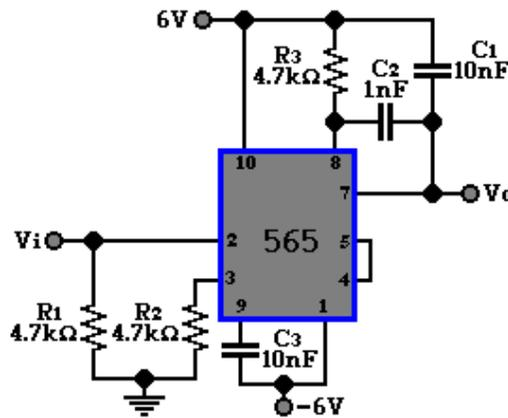

Figura 7.2
2. Diga con sus palabras el funcionamiento del circuito de la figura 7.2, encuentre la frecuencia libre de funcionamiento. Éste deberá ser entregado al profesor del laboratorio al inicio del mismo.
1. Arme el circuito de la figura 7.2.